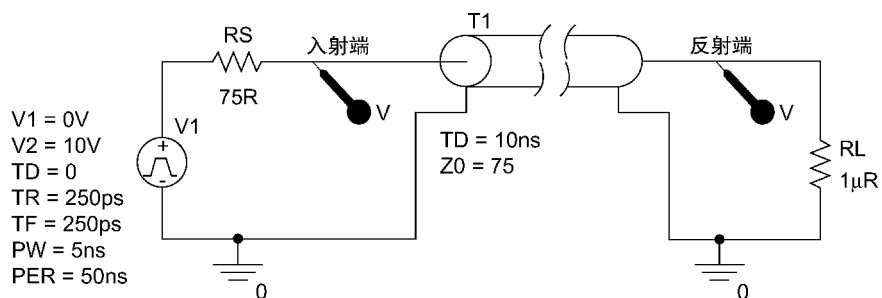

图 17.12 负载短路
7. 删除电流探针, 然后把负载电阻的参数值修改为  $1\mu\Omega$ , 即负载短路。如图 17.12 所示, 在传输线的入射点和短路电阻的顶端分别放置电压探针, 然后对